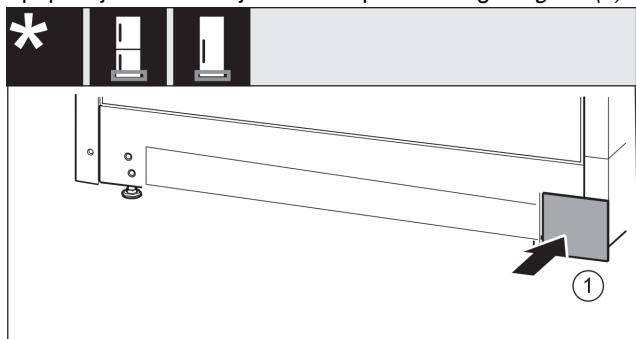

Fig. 17
- ▶ Ponovno nataknite pokrov na drugu stranu. *Fig. 17 (1)*